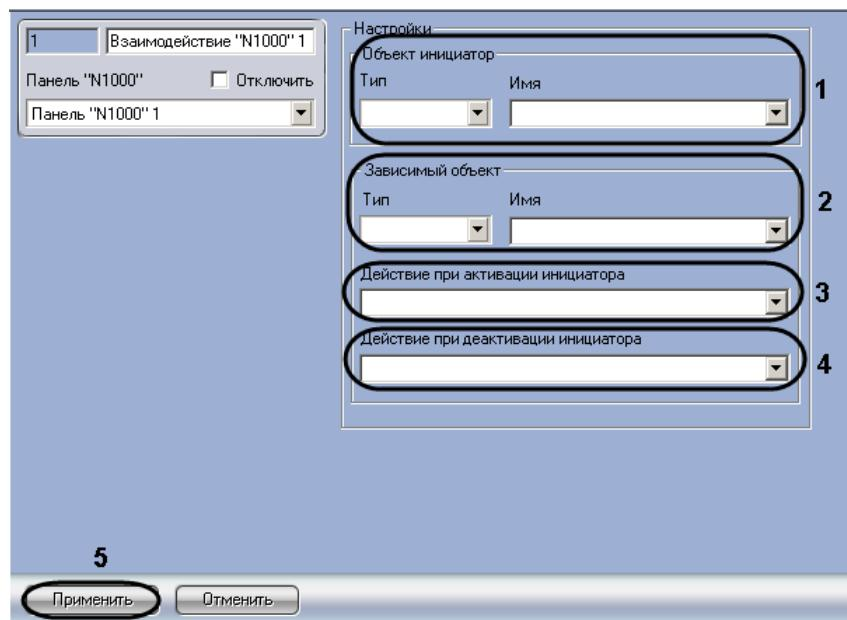

Рис. 3.5—10 Панель настроек объекта Взаимодействие “N1000”
- В группе параметров **Объект инициатор** из раскрывающихся списков **Тип** и **Имя** выбрать объект-инициатор, соответствующий реле или группе реле, при активации или деактивации которого будет совершаться задаваемое действие объекта-исполнителя (см. Рис. 3.5—10, 1).
- В группе параметров **Зависимый объект** из раскрывающихся списков **Тип** и **Имя** выбрать объект-исполнитель, соответствующий реле или группе реле, который будет совершать задаваемое действие при активации или деактивации объекта-инициатора (см. Рис. 3.5—10, 2).